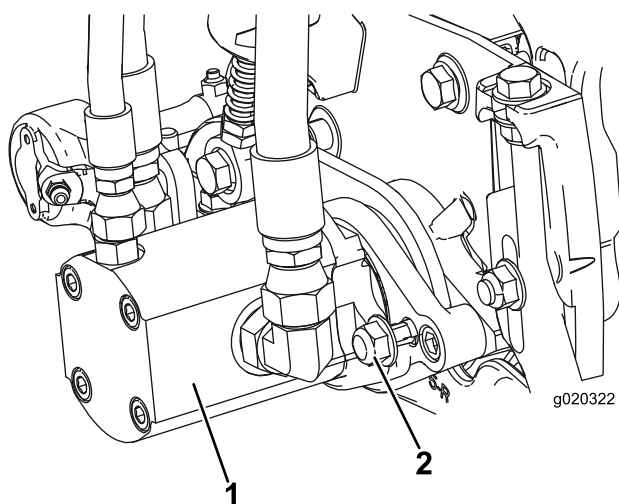

Figure 11
16. Montez le moteur en le tournant dans le sens horaire jusqu'à ce que les brides passent les contre-écrous (Figure 11). Tournez le moteur dans le sens antihoraire jusqu'à ce que les brides encerclent les écrous, puis serrez les écrous.